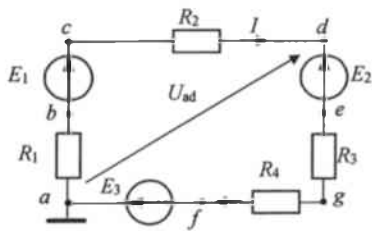

Рис. 1
- 2) определить напряжение  $U_{ad}$  (для схемы рис. 1) или  $U_{ce}$  (для схемы рис. 2);